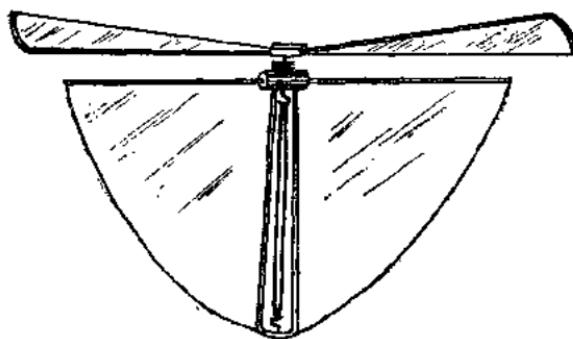

图 5
4. 装配：把刚才做好的螺旋桨骨架的长端蘸些胶水，插到插有“丁”形铁丝的小木块两端的小孔内，并注意螺旋桨骨架面与小木块的水平面成30~40°角（图5），在螺旋桨的铁丝上穿二、三片塑料片或小玻璃珠以减少摩擦，让细铁丝再穿过细竹管的小孔，然后将铁丝弯成小钩。在机身下部也装一只尾钩，然后在小钩上用两根橡筋和尾钩连起来，再在螺旋桨和机身上糊上薄纸，这样模型直升机就做成了（图5）。